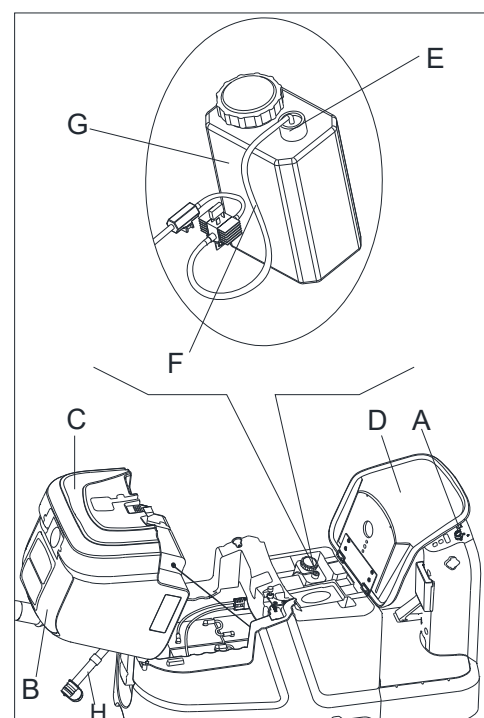

Рисунок 26
Очистите бак моющего средства (Е, Рисунок 26), как показано ниже:
3. Откройте крышку (В) и убедитесь, что бак утилизации (С) пустой; при необходимости слейте бак при помощи сливного шланга (H, Рисунок 26). Закройте крышку (В).
5. Открутите заглушку (Е) и отсоедините шланг (F) от бака (G).
8. Установите бак (G) и подсоедините шланг (F).